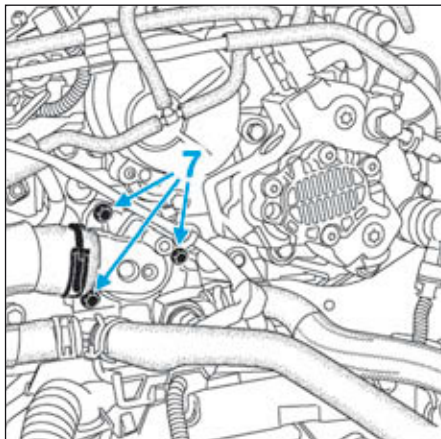

FIG.123
- Déposer les trois vis (7) (Fig.123) du boîtier.